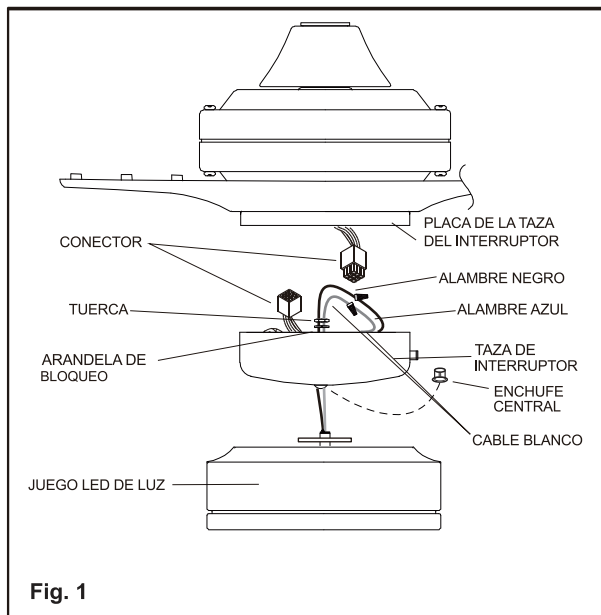

Fig. 1
1. Suelta los tornillos y quite la copa del interruptor. (Fig. 1) Desconecte el enchufe de conexión desde el ventilador y la copa del interruptor. (Figura 1)
2. Retire y quite el enchufe central de la taza del interruptor. Conecte el juego de luz a la taza del interruptor mediante el cable y atraviesa el juego de luz pasando el agujero de la taza de interruptor, fijándolo a la taza del interruptor usando la tuerca y arandela de bloqueo. Comprueba de que esté lo suficientemente apretado para evitar que sea suelto por vibración juego de luz. (Fig.1)